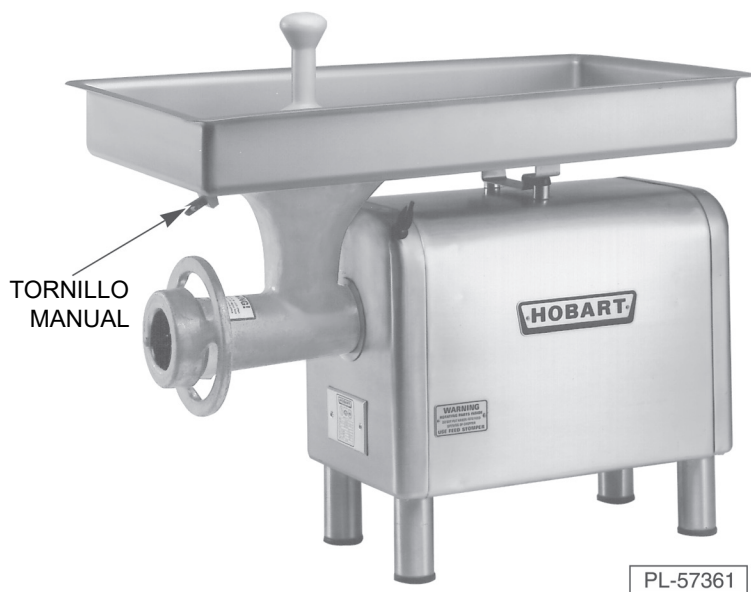

Fig. 2
**NOTA:** En el modelo 4822, con cilindro en forma de embudo, apriete el tornillo de mariposa la bandeja de alimentación (Fig. 2), sujetando firmemente la bandeja al conjunto del cilindro picador.